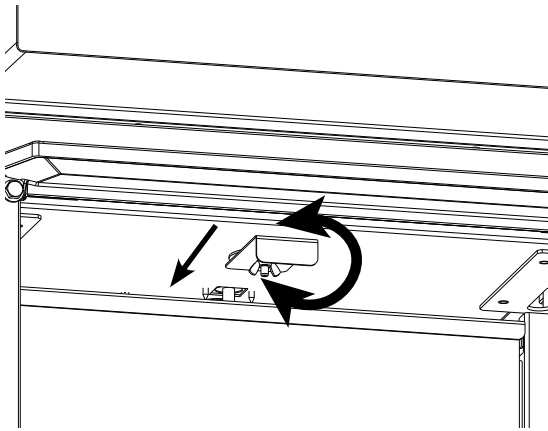

Figure 7.1.
3. **Ouvrez le compartiment des commandes situé sous la boîte à feu.** Si vous ouvrez le compartiment des commandes pour la première fois, desserrez l'écrou papillon de l'obturateur d'air situé sous le plancher de la boîte à feu et faites pivoter la poignée de 180°. Poussez la poignée de l'obturateur d'air le plus loin possible. Voir la figure. 7.1.